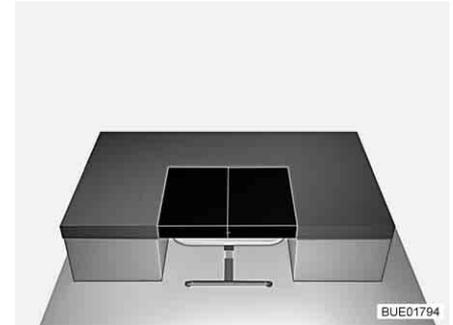

Fig. 100 Dopo la trasformazione
- Aprire il cuscino aggiuntivo e porlo tra i cuscini del divano (vedi Fig. 100).